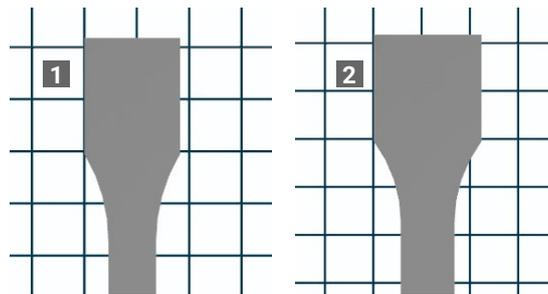

Abb. 2.8 Unterschiede zwischen Schrumpfverhältnis-Werte 0,9 (1) und 1,1 (2) auf der X-Achse.
- **Shrink Ratio** – Hierbei handelt es sich um das Schrumpfverhältnis des Materials. Die Modelle werden über die Breite des Druckbetts vergrößert, sodass sie nach der Schrumpfung die erwartete Größe aufweisen. Der Parameter wird als Dimensionsmultiplikator verwendet - ein höherer Wert führt zu größeren Modellmaßen und umgekehrt (s. Abb. 2.8). Er kann in der X-, Y- oder Z-Achse geändert werden. Der erlaubte Wertebereich liegt zwischen 0,9 und 1,1.